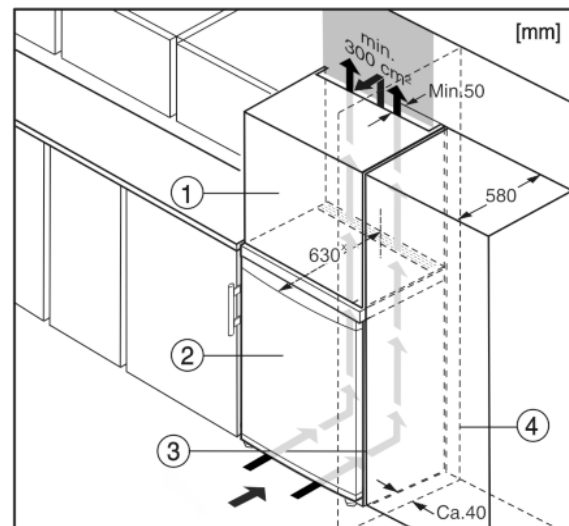

Fig. 8
- (1) Aufsatzschrank
- (2) Gerät
- (3) Küchenschrank
- (4) Wand
Das Gerät kann mit Küchenschränken umbaut werden. Um das Gerät Fig. 8 (2) der Küchenzeilenhöhe anzugleichen, kann über dem Gerät ein Aufsatzschrank Fig. 8 (1) angebracht werden.
Beim Umbau mit Küchenschränken (Tiefe max. 580 mm) kann das Gerät direkt neben dem Küchenschrank Fig. 8 (3) aufgestellt werden. Das Gerät steht seitlich 34 mm* und in der Gerätemitte 50 mm* gegenüber der Küchenschrankfront vor.
Wenn das Gerät mit den Scharnieren neben einer Wand *Fig. 8 (4)* aufgestellt wird, muss der Abstand zwischen Gerät und Wand mindestens 40 mm betragen. Dies entspricht dem Griffüberstand bei geöffneter Tür.